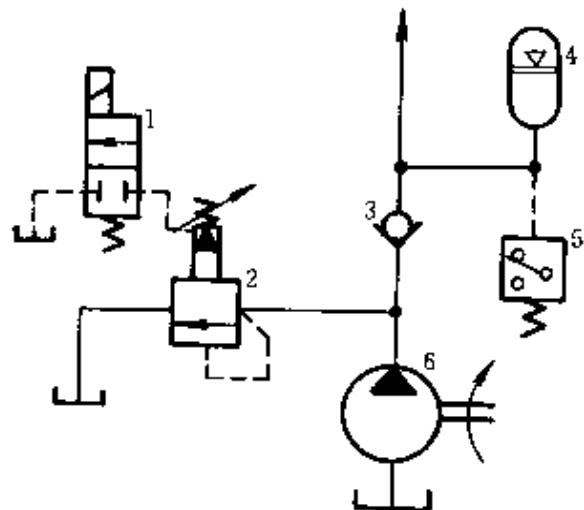

图 7-29 用先导式溢流阀和二位二通电磁阀配合使液压泵卸荷的回路
**7-38 图 7-29 所示回路的液压泵是如何卸荷的？蓄能器和压力继电器在回路中起什么作用？**